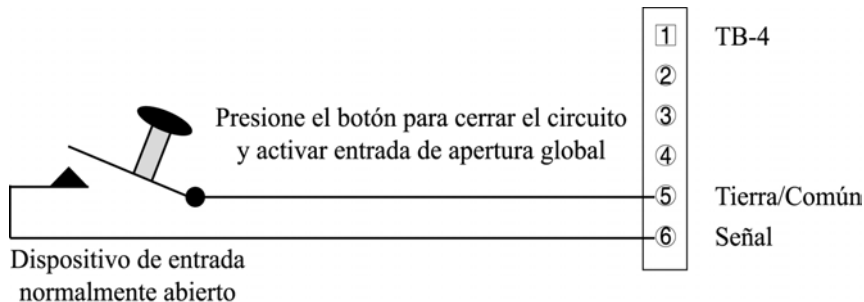
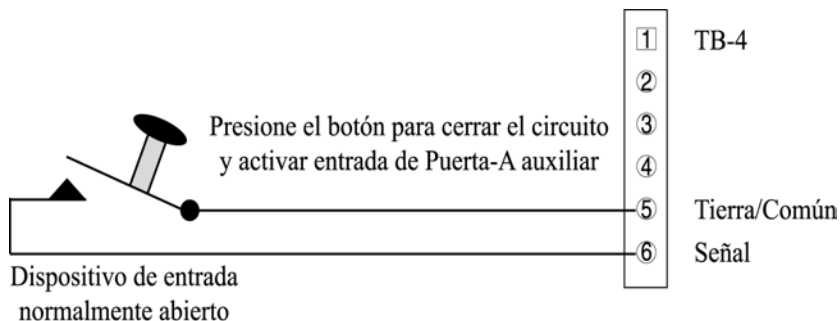

Figura 8: Conexiones de entrada a Apertura Global
Figura 9: Conexión a entrada Auxiliar de RTE a puerta A.
- El controlador master (001) puede ser configurado con Entrada de Apertura Global (vea Figura 8) o Entrada Auxiliar RTE a Puerta A (vea Figura 9)
- Controlador esclavo puede ser configurado con entrada RTE Auxiliar a Puerta A (vea Figura 9)